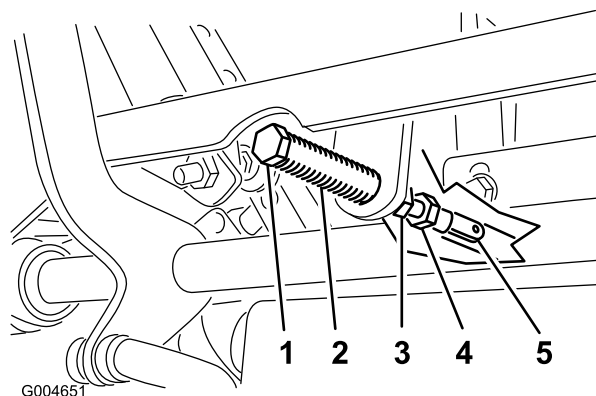

Рисунок 53
- Потяните рычаг назад так, чтобы штифт с отверстием (на рычаге над поворотным шкворнем) вошел в контакт с концом паза (только начал надавливать на пружину), как показано на Рисунок 53.
7. Если требуется регулировка, ослабьте гайку и контргайку, прижимающую рычаг к вилке (Рисунок 53).
8. Слегка надавив в направлении назад на рычаг управления движением, поверните головку регулировочного болта в соответствующем направлении так, чтобы рычаг управления расположился по центру в НЕЙТРАЛЬНОМ ФИКСИРОВАННОМ положении (Рисунок 53).
9. Затяните гайку и контргайку (Рисунок 53).
10. Затяните контргайки в месте расположения шаровых шарниров (Рисунок 53).